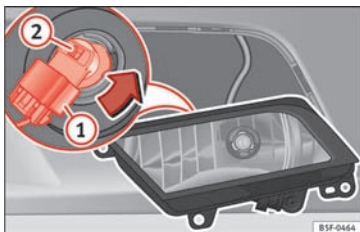

Fig. 114 Tågeforlygte
- Træk stikket » **Fig. 114** **①** af pæren.
- Drej pæreholderen » **Fig. 114** **②** mod venstre, og træk i den.